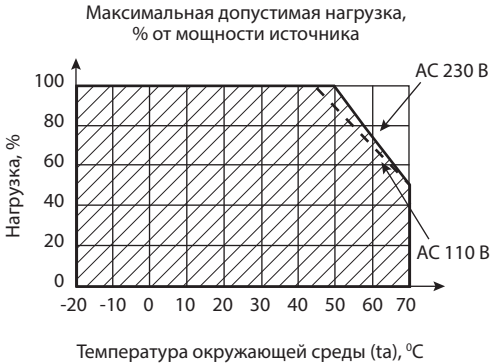

Рисунок 6. Нагрузочная способность блока питания в зависимости от температуры
- 6.2. Не нагружайте блок питания более 80% от его максимальной мощности. Учитывайте, что с повышением температуры окружающей среды максимальная мощность блока питания снижается (см. Рисунок 6).